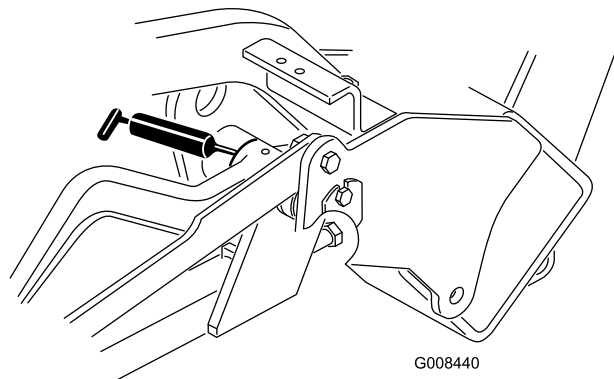

Figura 35
- Bracci di sollevamento (3) (Figura 35)